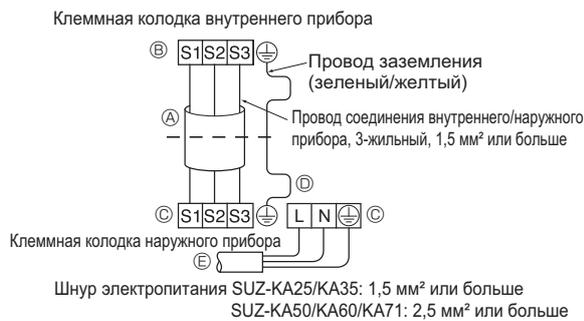
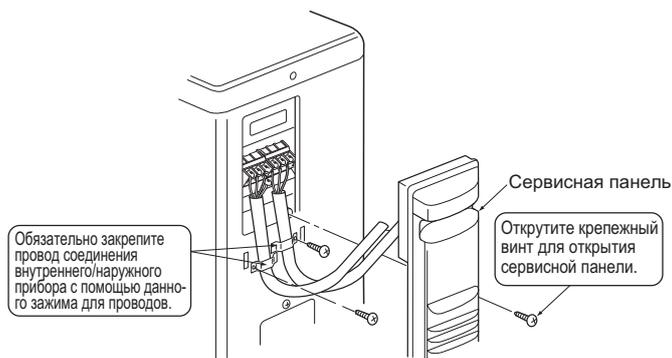
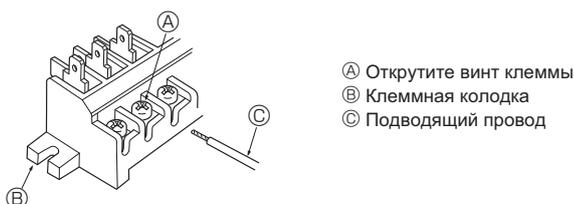

Рис. 6-2
Рис. 6-3
Рис. 6-4
6.1. Наружный прибор (Рис. 6-1, Рис. 6-2, Рис. 6-3, Рис. 6-4)
- ① Снимите сервисную панель.
- ② Проложите кабели в соответствии с Рис. 6-1, Рис. 6-2, Рис. 6-3 и Рис. 6-4.
- Проложите проводку в соответствии со схемой слева внизу. (Приобретите кабель на месте) (Рис. 6-2)
- Будьте внимательны и подключайте провода правильно. (Рис. 6-4)